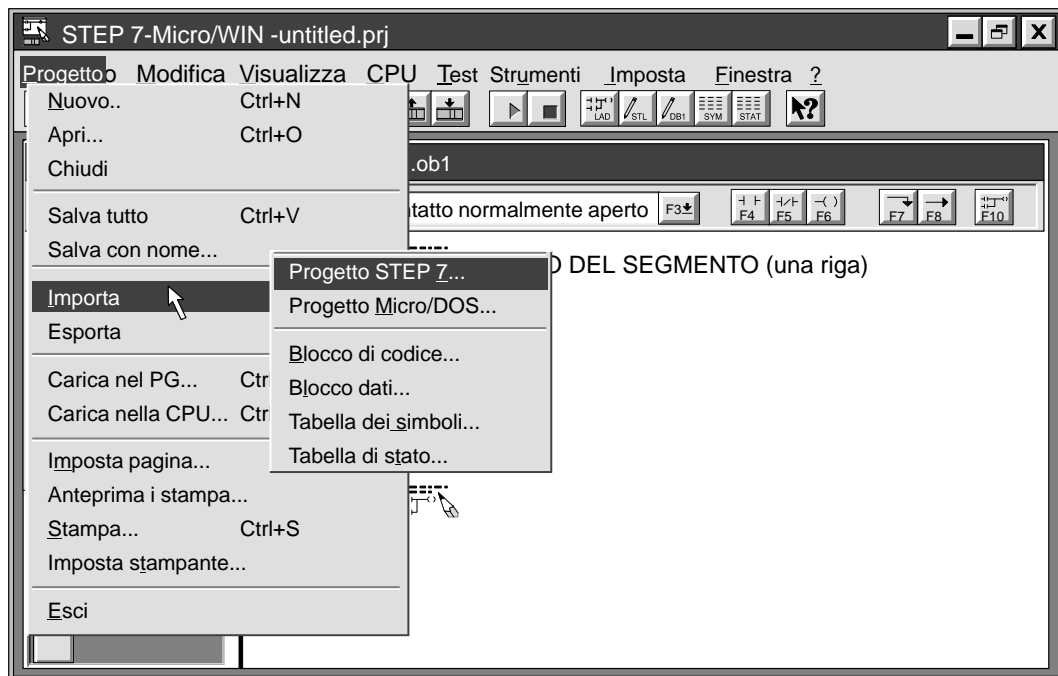

Figura E-1 Apertura di un progetto STEP 7 da STEP 7-Micro/WIN
2. Eseguire il comando di menu **Progetto ► Importa ► Progetto STEP 7** come indicato nella figura E-1.
Vengono aperti il programma utente e gli altri elementi (blocco dati, tabella di stato e tabella dei simboli) nel progetto STEP 7-Micro/WIN. Vedere la figura E-1.